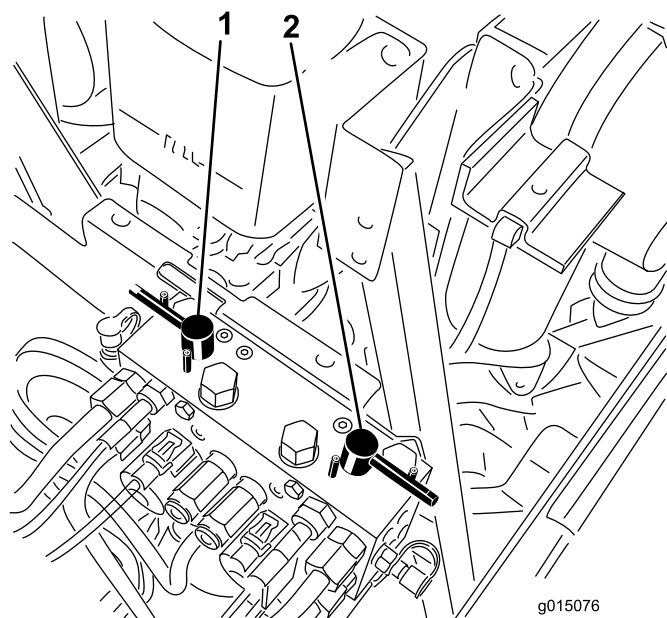

Figura 80
4. Selezionate le leve di lappatura anteriore, posteriore o entrambe per stabilire gli elementi da lappare (Figura 80).